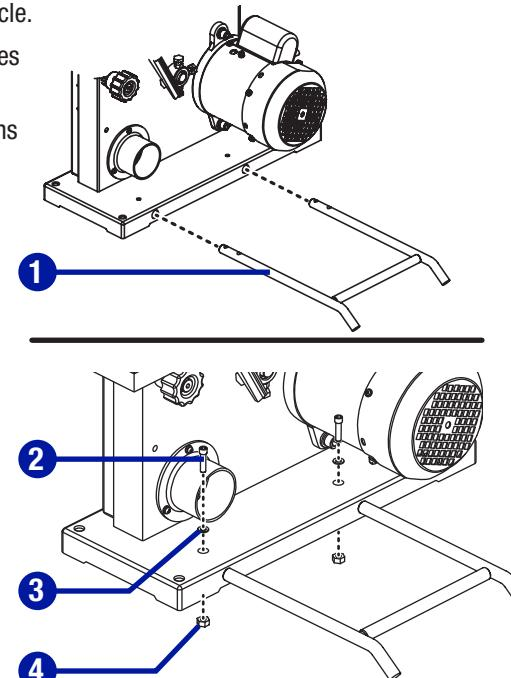

Fig. 4
MONTAGE D'UN SOUTIEN SUPPLÉMENTAIRE SUR LE SOCLE (Fig. 4)
- Retirez l'écrou de type D (1), la rondelle plate (2) et la vis à oreilles (3) du trou situé sur le bord avant de la table de travail (4). (Fig. 4)
- Tenez-vous devant la scie à ruban et glissez la table de travail (4) derrière la lame (5) et à travers la rainure en allant de la droite à la gauche de la table.
- Tenez la table de travail avec votre main gauche et tirez la molette de réglage de l'inclinaison (6) pour l'éloigner de l'armature de la scie. Alignez les dents de l'ensemble porte-table (7) en les faisant pénétrer dans les dents de la molette de réglage de l'inclinaison (6). Relâchez la molette.
- Insérez les goupilles situées sur l'armature dans les rainures de l'ensemble porte-table (7).
- Insérez la rondelle (8) sur l'extrémité filetée du levier de blocage de l'inclinaison de la table (9). Serrez la table de travail contre l'armature de la scie en tournant le levier de blocage de l'inclinaison de la table (9) vers la droite.